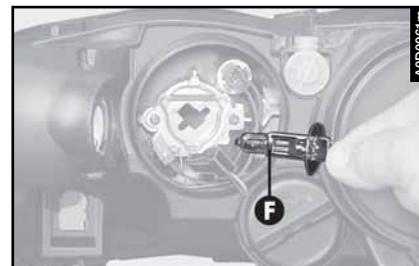

fig. 31
– Défiler l'ampoule (**F- fig. 31**).